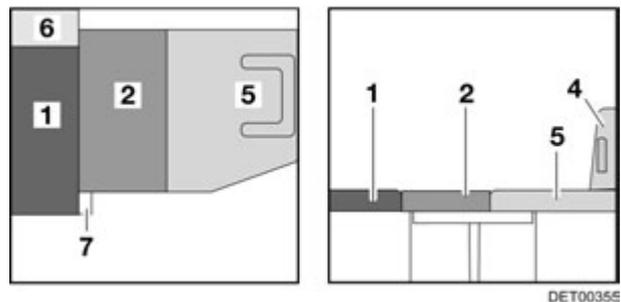

Fig. 98 Après la transformation (avec élargissement du siège)
- ▷ Selon le modèle, l'élargissement du siège (Fig. 98,7) doit être déplié. Pour ces modèles, placer le coussin supplémentaire (Fig. 98,6) entre le coussin de dossier et la paroi extérieure (Fig. 98).